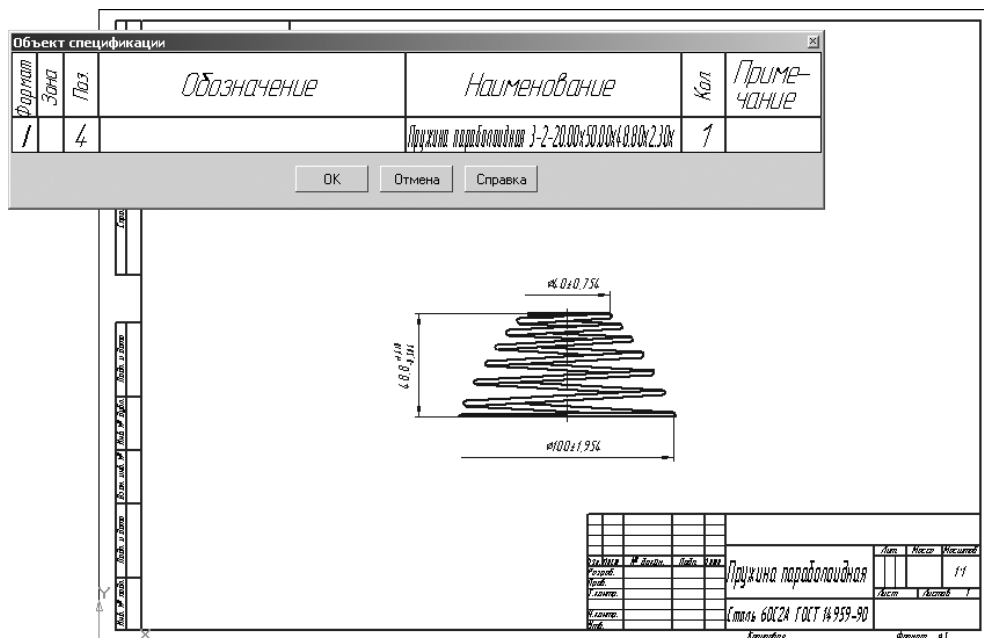

Рис. 4.83. Сборочный чертеж конической пружины с объектом спецификации
- нажмите кнопку **Esc** для прерывания команды. Появится сборочный чертеж конических и фасонных пружин и объект спецификации, см. рис. 4.83;